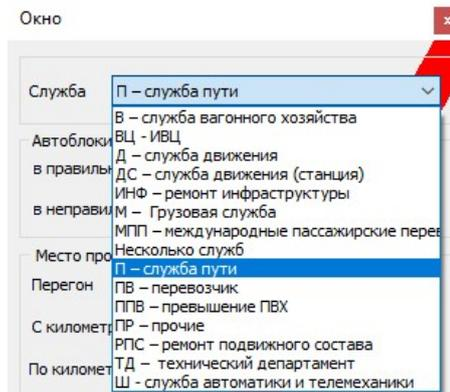

Рис.188.
5. С помощью поля «служба» отнести «окно» на требуемую службу выбрав ее из списка (см. рис. 188).